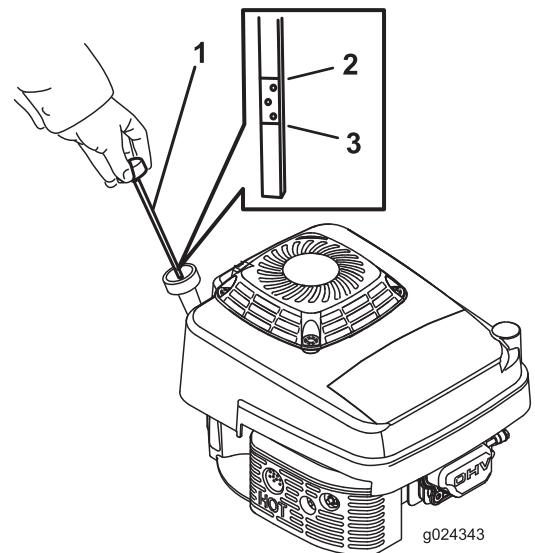

Bild 8
Stellen Sie vor jedem Einsatz sicher, dass der Ölstand zwischen den Markierungen „Add“ (Nachfüllen) und „Full“ (Voll) am Peilstab liegt (Bild 8).
2. Reinigen Sie den Bereich um den Peilstab (Bild 8).